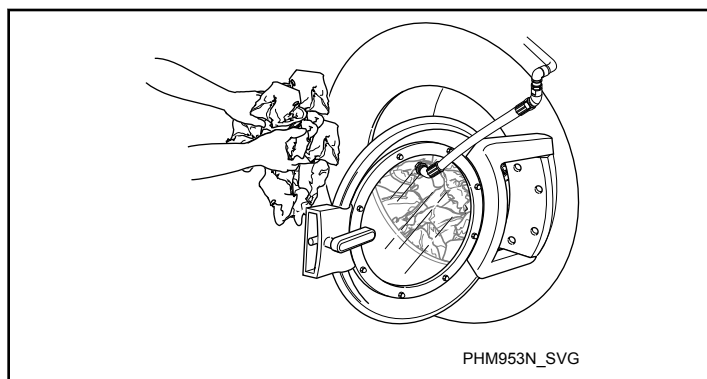

Figura 46
3. Carregue até à capacidade total sempre que possível. **NÃO COLOQUE ROUPA EM EXCESSO.** Consulte a *Figura 46*.